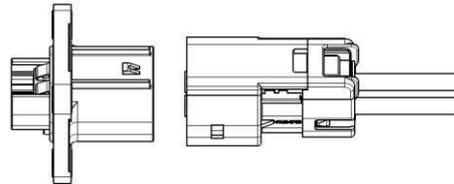

Fig.6
- 5.1. Fig.6 に示されるようにメスコネクタとオスコネクタを平行に並べます。